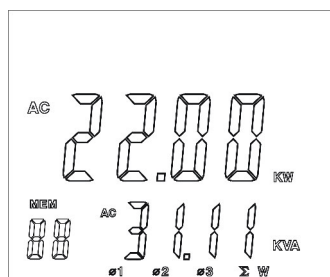

Figura 13
4. Dopo aver registrato il risultato della potenza della corrente trifase, premere Σ e attendere un secondo fino a quando non appare la somma dei valori della potenza attiva trifase e i valori della potenza apparente, come nella figura 13.